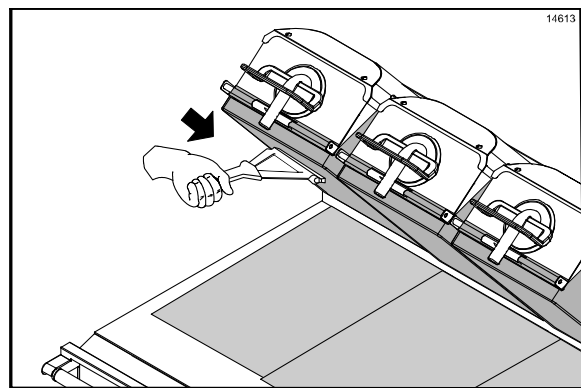

Abbildung 29
2. Die obere Trennfolie mit dem Gummi-Abzieher von oben nach unten abstreifen. (Siehe Abbildung 29.)